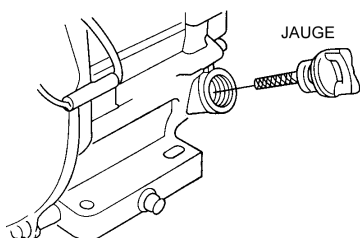

Figure 4. Retrait de la jauge à huile
2. Retirer la jauge à remplissage du trou à remplissage et essuyer (Figure 4).